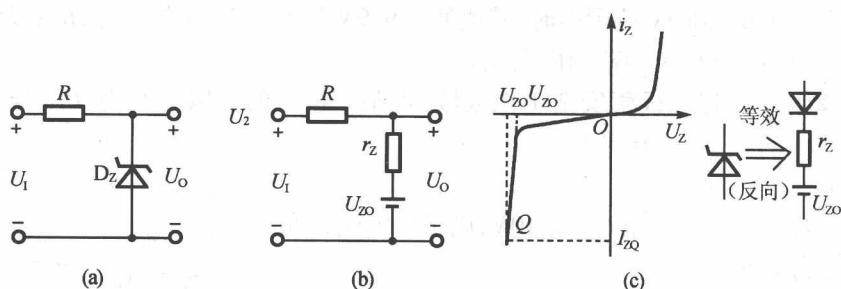

图 15.14
15.2.8 电路如图 15.14(a), 未经稳定的直流输入电压 U_1 可变; 稳压管型号为 2CW58, 该管在反向流过 5mA 测试电流时, 其端电压为 10V, 动态电阻 r_z 为 20Ω , 管子的最大稳压电流 I_{ZM} 为 26mA, 限流电阻 $R = 1k\Omega$ 。
- (1) 试求对应于图 15.14(c) 所示的硅稳压管模型中的 U_{z0} ;
- (2) $U_0 = 10V$ 时, U_1 的值应等于多少?
- (3) 若 U_1 在上面求得的数值基础上变化 $\pm 10\%$, 试求 U_0 及 I_L 相应的变化范围;
- (4) 若 U_1 处于 6V 到 9V 的范围内, U_0 将为多大?
【逻辑推理】 当要考虑 r_z 的影响时, 必须用图 15.14(b) 所示模型的等效硅稳压管, 画出所求解电路的等效电路, 方可求解。注: 此等效电路为反向时的等效电路。
解: (1) 由图 15.14(b) 可见
(4) 由图 15.14(b) 可见, 当 $U_i < U_{z0}$ 时, 图(a) 中的硅稳压管不会被击穿, 似同开路。故 U_i 处于 6V 到 9V 范围内时, 其值低于 9.9V 的 U_{z0} , D_z 不被击穿, R 中无电流, U_o 将跟随 U_i 在 6V 到 9V 的范围内变化。